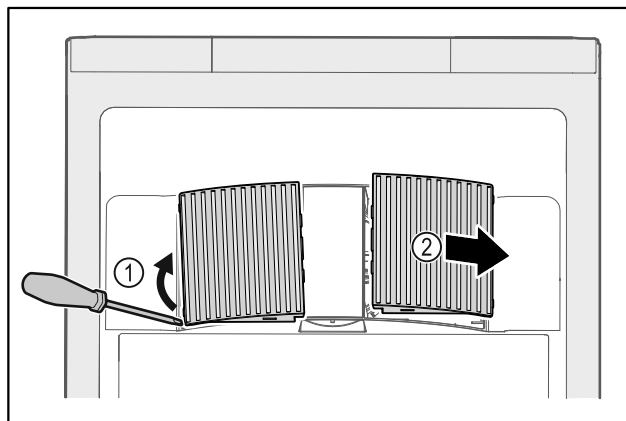

Fig. 126
- ▶ Bänd försiktigt loss fläktkåporna på sidan Fig. 126 (1) och ta av dem framåt Fig. 126 (2).